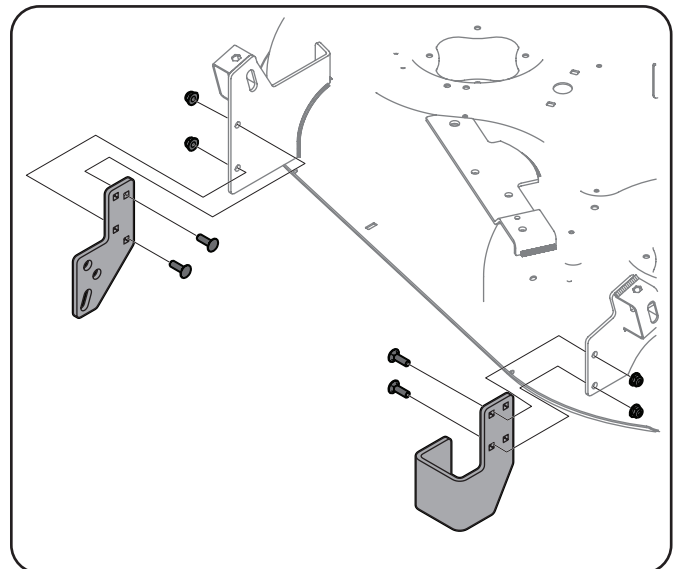

Figure 1-6
2. Instale las ménsulas de rodillo del lado izquierdo y derecho (n.º 6 y n.º 7) en las ubicaciones que se indican en la Figure 1-6 de la plataforma del Tractor con dos pernos de carro (n.º 1) y dos tuercas de seguridad de $\frac{5}{16}$ " (n.º 3) por lado.